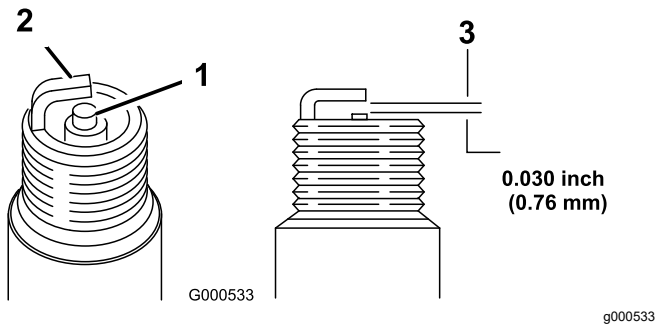

Bild 28
5. Stellen Sie den Elektrodenabstand auf 0,76 mm ein, siehe Bild 28.